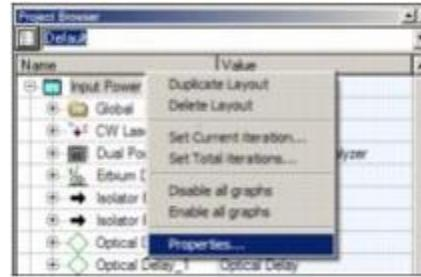

Figura 16: Explorador de proyectos - Nombre del Diseño> Propiedades de la selección
1. En el Navegador de proyectos, haga clic en el nombre de la presentación (véase la Figura 16).